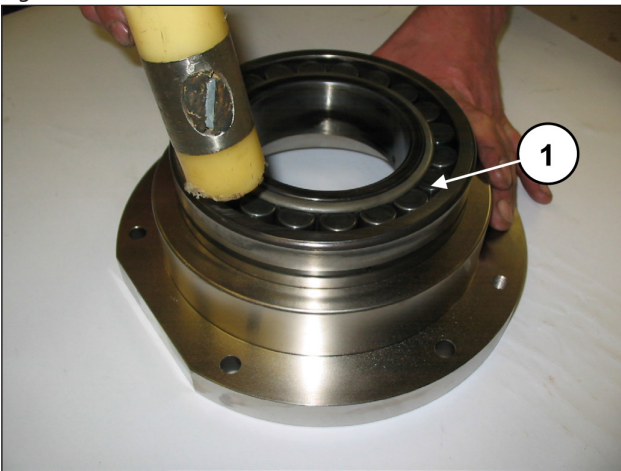
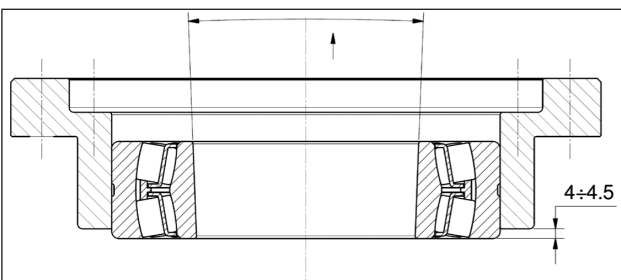

Fig. 69
Fig. 70
Prémonter les deux couvercles de support de coussinet : insérer le coussinet à l'aide d'un outil à inertie (rep. ①, Fig. 69) jusqu'à obtenir une cote de 4±4,5 mm comme le montre la Fig. 70.
La bague interne du coussinet Fig. 70 est conique. Vérifier que la conicité va de l'extérieur vers l'intérieur pour recevoir correctement la douille.